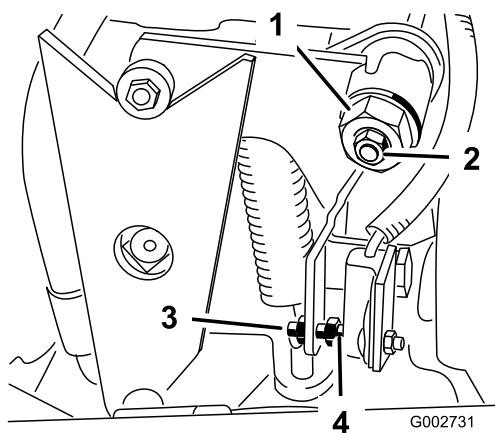

図 33
4. トラクション調整カムのロックナットをゆるめる(図 33)。
5. エンジンを始動し、カム(図 33)を左右に回してニュートラル位置の中心に合わせる。
3. ネジを回して、すき間を  $1.5 \pm 0.8 \text{ mm}$  に調整する(図 33)。